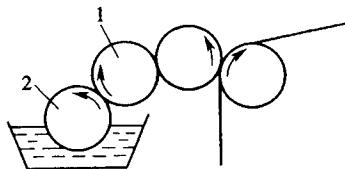

图 1-5 双辊型输墨系统
① 双辊型输墨系统。这是现在柔性版印刷机的基本类型，如图 1-5 所示。胶质墨斗辊 2 和硬质网纹辊 1 以不同的线速度转动，传递油墨。一般情况下，墨斗辊的表面线速度低于网纹辊表面线速度，使墨斗辊在向网纹辊传墨的同时，还具有刮去网纹辊上多余油墨的作用。